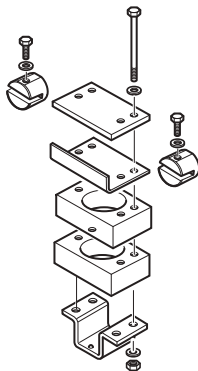

Abb. 26
- Die zwei je 30 mm dicken Distanzplatten können wahlweise eine Distanz von 30 mm oder 60 mm ausgleichen (Abb. 26).